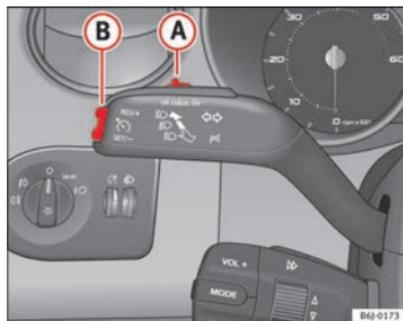

Fig. 114 Levier des clignotants et des feux de route : commande et touche basculante pour régulateur de vitesse
- Appuyez sur la partie supérieure de la touche à bascule **RES** ⇒ fig. 114 **(A)** pour augmenter la vitesse. Tant que vous maintenez enfoncée la commande à bascule, le véhicule accélère. Lorsque vous lâchez la commande à bascule, la nouvelle vitesse est mémorisée.
Si vous diminuez la vitesse mémorisée en appuyant sur la pédale de frein, le régulateur se désactive. Vous pouvez réactiver le régulateur en appuyant une seule fois sur la partie supérieure **RES+** de la commande à bascule ⇒ fig. 114 **B**.